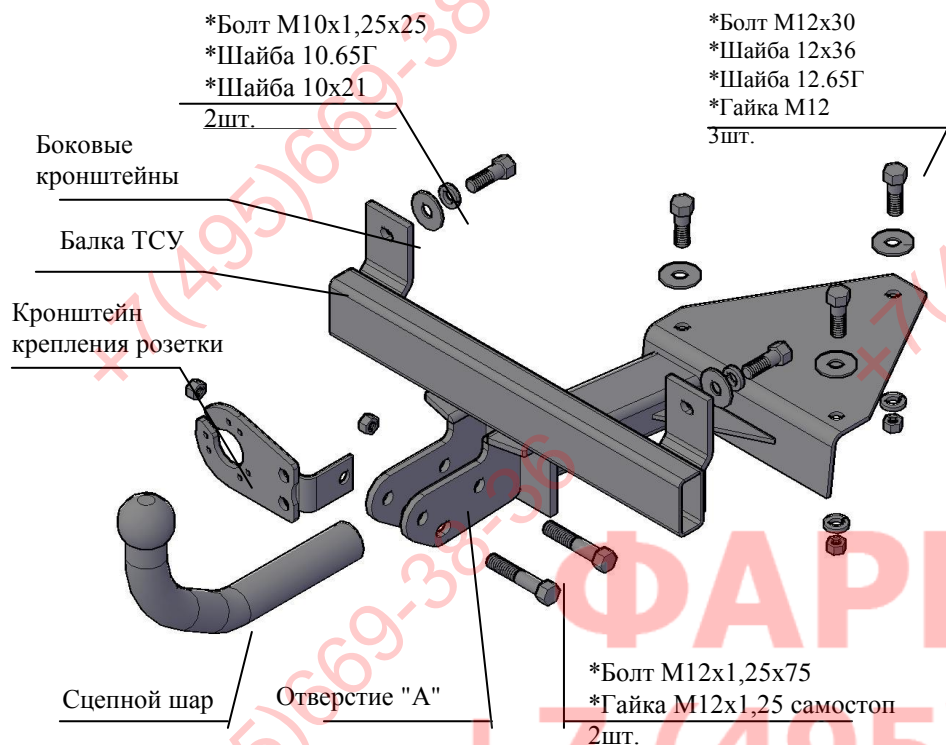

Рис.1 Тягово-цепное устройство ТСУ 2020
2.1 ТСУ 2020 в сборе (рис.1)	1 шт.
2.2 Пакет с комплектующими (см. рис.1)	1 шт.